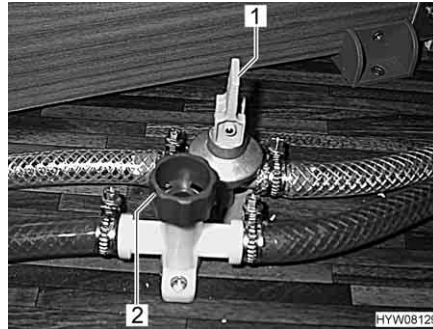

Fig. 141 Llaves de desagüe
- Cerrar todas las llaves de desagüe de la caldera. Para esto, poner el balancín (Fig. 141,1) en posición horizontal o bien girar la tapa (Fig. 141,2) en sentido de las agujas del reloj.
- Abrir todas las llaves de desagüe de la caldera. Para esto, poner el balancín (Fig. 141,1) en posición vertical o bien girar la tapa (Fig. 141,2) en sentido contrario a las agujas del reloj.